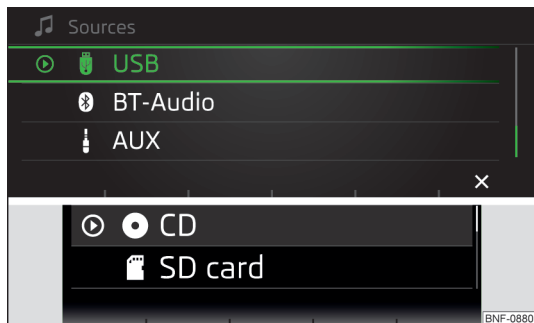

Bild 103
- Tryck på funktionsknappen **[M]**. Med vridreglaget **[R]** ska du välja ljudkälla » **bild 103** och välja önskad mapp/låt.